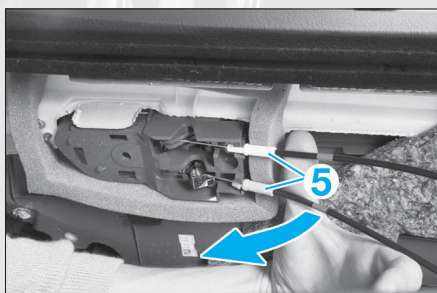

FIG. 50
- Désolidariser les câbles (5) (Fig.50) de la garniture de porte arrière.